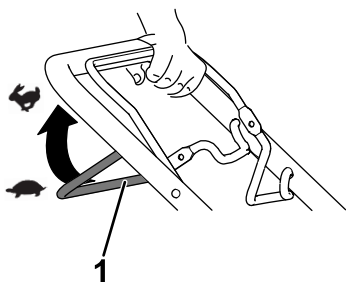

Rysunek 12
1. Przytrzymaj dźwignię sterującą ostrzami przy uchwycie (A na Rysunek 12).
2. Pociągnij uchwyt rozrusznika linkowego (B na Rysunek 12).